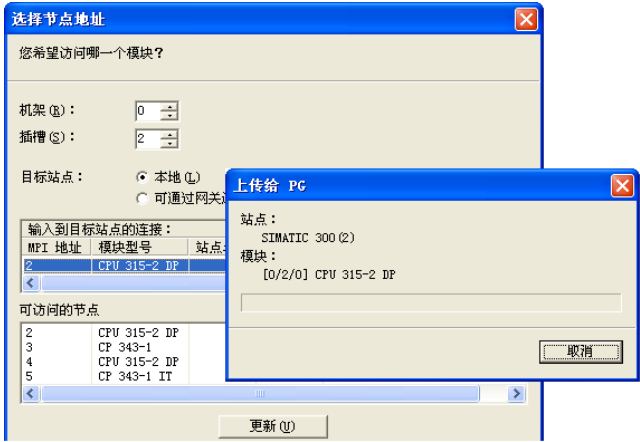

图 8-29 上传站点给 PG
4) 在 SIMATIC 管理器中执行菜单命令“PLC”→“将站点上传到 PG”，点击出现的“选择节点地址”对话框（见图 8-29）中的“显示”按钮。几秒钟后“可访问的节点”列表出现 MPI 网络上的节点，“显示”按钮上的字符变为“更新”。选中“可访问的节点”列表的某个 CPU，被选中的 CPU 出现在上面的表格中。
实验时发现如果使用以太网 CP 的以太网接口来上传，图 8-29 中的“可访问的节点”列表只有 CP 的 IP 地址或 MAC 地址。如果选中某个 CP 后启动上传，因为必须通过 CPU 上传，所以不能用以太网 CP 来将站点上传到 PG。